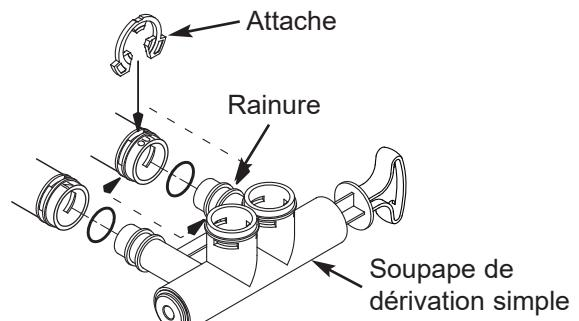

FIG. 12
- 5.** Poussez la soupape de dérivation simple dans la soupape de l'adoucisseur jusqu'à ce que vous sentiez une résistance. Enclenchez deux grosses agrafes de fixation en place en procédant du dessus vers le bas comme cela est indiqué dans les figures 12 et 13.